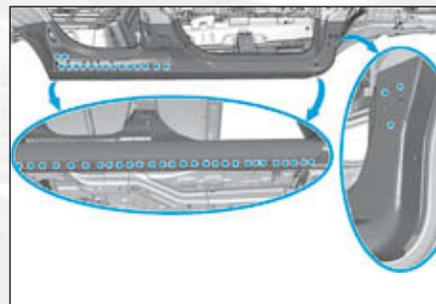

FIG. 113
- par points bouchons MAG puis meuler les points de soudure (Fig.113),